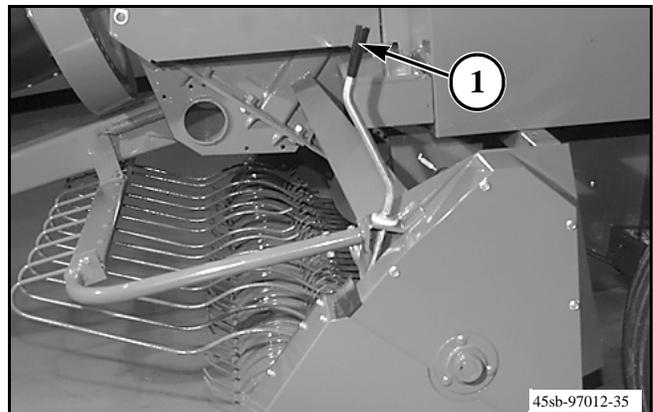

FIG. 10
FIG. 10: La altura de los dientes del recolector se ajusta con el tornillo de ajuste de altura. El tornillo se ajusta con la manija de ajuste de altura del recolector (1).